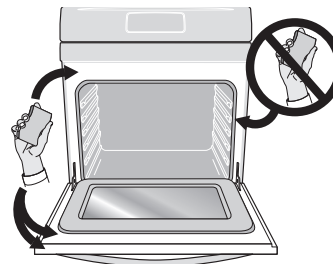

Figure 37 : Nettoyer autour du joint de porte du four
9. Nettoyer les parois et la sole du four. Ne pas nettoyer le joint de porte du four (Figure 37). Éviter de s'appuyer ou de se reposer sur la vitre de la porte du four pendant le nettoyage des parois.